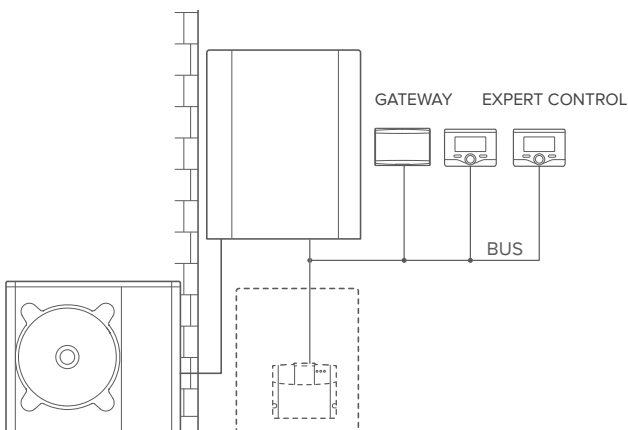

fig.4
- Situation initiale (Fig. 4)
Actions nécessaires (fig. 4) :